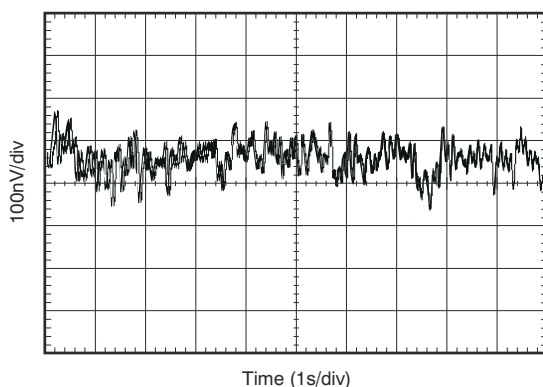

Figure 6-9. 0.1-Hz to 10-Hz Noise
0.1-Hz to 10-Hz Noise	<a href="#">Figure 6-9</a>